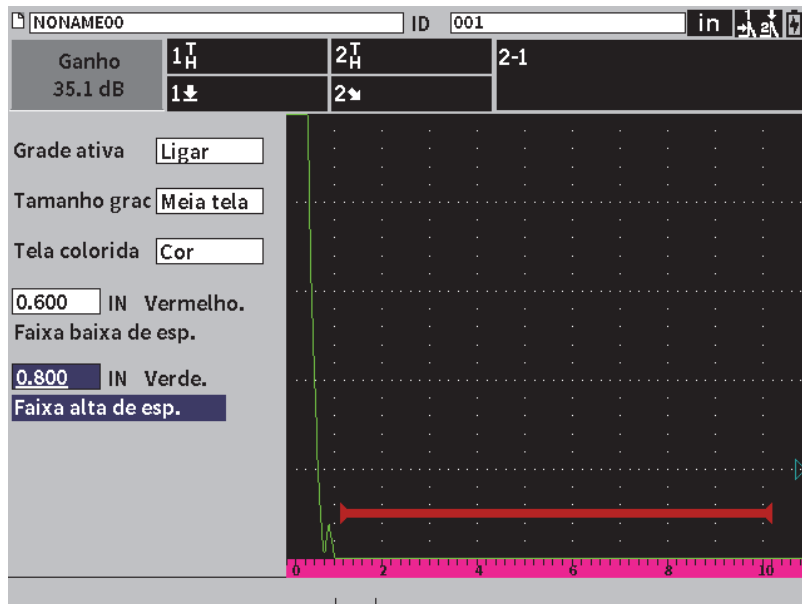

Figura 9-25 Caixa de diálogo Grade
4. Pressione a tecla Enter para exibir a caixa de diálogo **Grade** (veja Figura 9-25 na página 155).